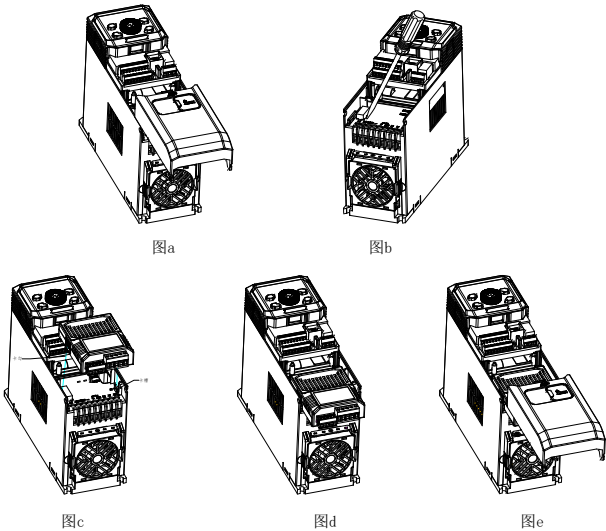

图 5 位置 2 I/O 选件安装步骤图
- （1）变频器非上电状态下，按下下盖板中上部颗粒状处，用力向下滑动，取下变频器下盖板，如图 5-a 所示。
- （2）使用一字螺丝刀撬掉防尘盖，如图 5-b 所示。
- （3）安装 I/O 选件：将内装有 I/O 扩展卡的扩展盒朝上（端子朝上），对准安装位置 2 电气接口，水平往下按压，使得扩展盒弹压式卡口和变频器下端卡勾咬合，如图 5-c 与图 5-d 所示。
- （4）完成 I/O 选件组装，如图 5-e 所示。